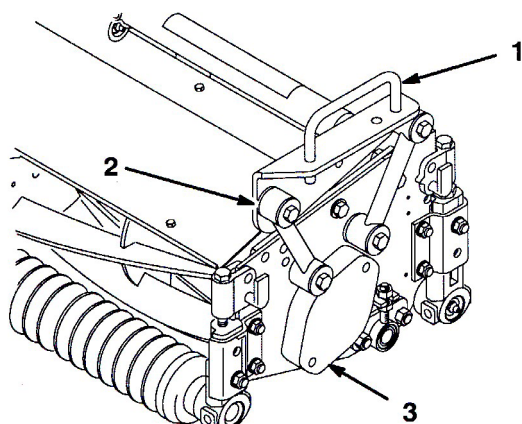
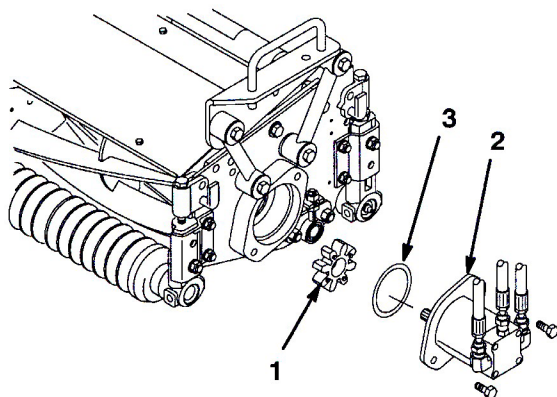

図5
図9
2. キャリア・フレームを、各カッティングユニットの取り付け穴に合わせる（図5）。
3. キャップスクリュー2個（ $3/8 \times 2-1/4$ ）、平ワッシャ（2枚）とロックナットを使用して、取り付けリンクとキャリア・フレームを連結する（図5）。ワッシャはリンク両側に1枚ずつ使用する。ナットを42 N.m (4.2 kg.m) にトルク締める。
2. 右側カッティングユニットの内側からベアリング・ハウジングのカバー (図5) を取り、そのカバーとガスケット (カッティングユニット付属部品) を外側に取り付ける。ベアリング・ハウジングからスパイダ・カップリング (図9) を取り出す。
3. 駆動モータのフランジにOリング (カッティングユニットの付属部品) を取り付ける (図9)。
4. モータとスパイダ・カップリングをカッティングユニットの駆動側に取り付け、カッティングユニットに付いているキャップスクリュ (2個) で固定する (図9)。